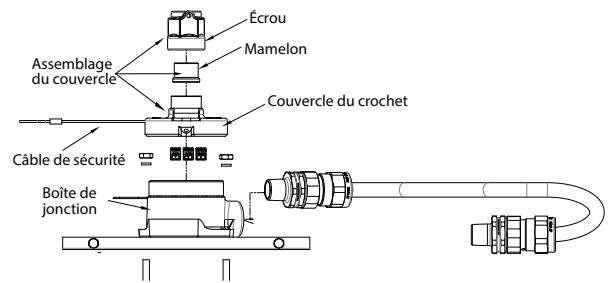

Figure 11
- Retirer l'ensemble capot de la boîte de jonction (voir la figure 11).
- En serrant bien l'écrou, visser l'ensemble capot sur le support du conduit jusqu'à ce que le conduit et le mamelon soient complètement engagés (voir la figure 11).
- Le luminaire peut maintenant être installé. Il est fortement recommandé que deux (2) professionnels qualifiés réalisent le montage final du luminaire, afin d'éviter des blessures corporelles ou des dommages au luminaire.
- Serrer les trois (3) vis de pression sur l'écrou.